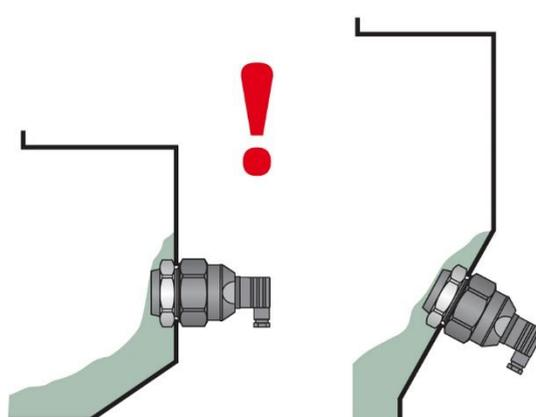

Рис. 2: Прилипание материала при монтаже с помощью крепёжной гайки
- В случае монтажа на наклонную или боковую стенку резервуара с помощью крепёжной гайки при использовании датчика с некоторыми липкими материалами этот материал может скапливаться над крепёжной гайкой. Вследствие этого может иметь место ложное срабатывание или блокировка датчика (см. рис. 2).